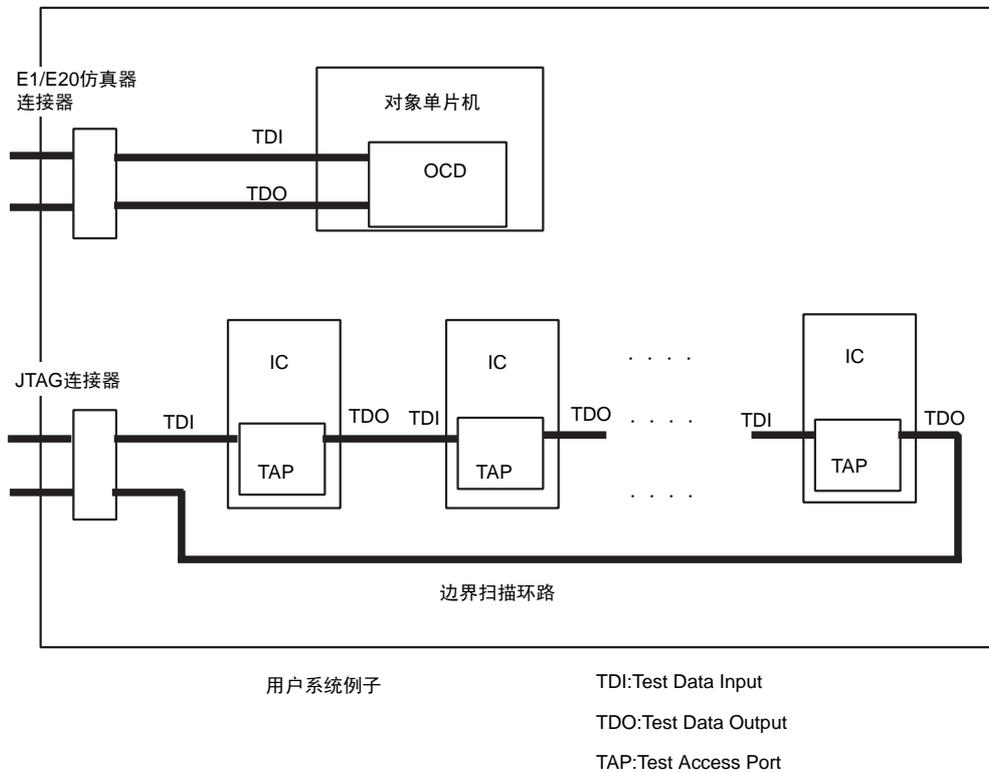

图 2.17 设计用户系统时的注意事项
10. E1/E20 仿真器不对应 JTAG 链式连接。在设计用户系统时，不能将器件的 TDI 信号和 TDO 信号连接边界扫描环路，并且需要用开关等分离器件（参照图 2.17）。